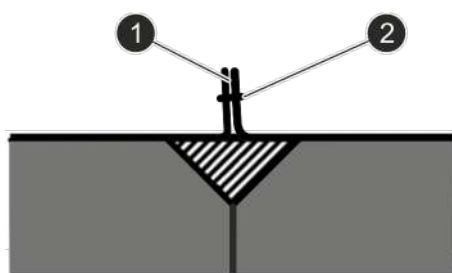

Fig. 34: Perfil en L
3. → Coloque los remaches ciegos (Fig. 34/2) en las aberturas de los dos perfiles en L (Fig. 34/1) y remáchelos con una remachadora.